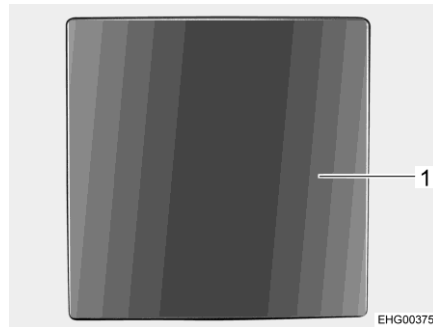

Bild 60 Druckknopf
- Druckknopf (Bild 60,1) drücken. Der Druckknopf springt heraus.